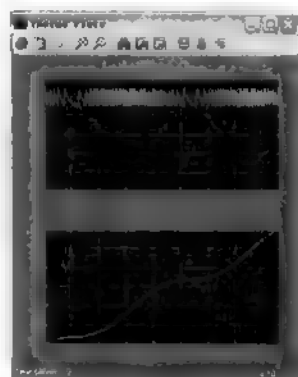

图 1.2 仿真结果
(5) 运行后，Simulink 中的结果如图 1.2 所示。
(6) 如果要暂停或结束仿真，有两种方法：
(7) 程序运行完毕后，可在 Simulink 中选择 File|Close 命令来关闭。